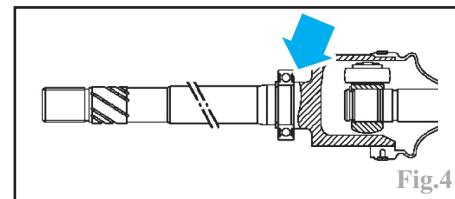

Fig.4
- effectuer la mise en place du roulement jusqu'en butée à l'aide d'un tube, en prenant appui sur la bague intérieure du roulement (Fig.4).